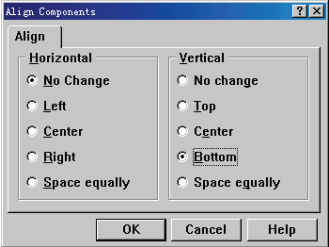

图 6-53 “Align Components” 对话框
2) 接着选择 “Tools” → “Interactive Placement” → “Align” 命令，在 “Horizontal” 选项组中选择 “No Changed” 单选按钮，而 “Vertical” 选项组选择 “Bottom” 单选按钮，如图 6-53 所示。单击 “OK” 按钮后，系统则按上述操作分别排列各行的元器件。